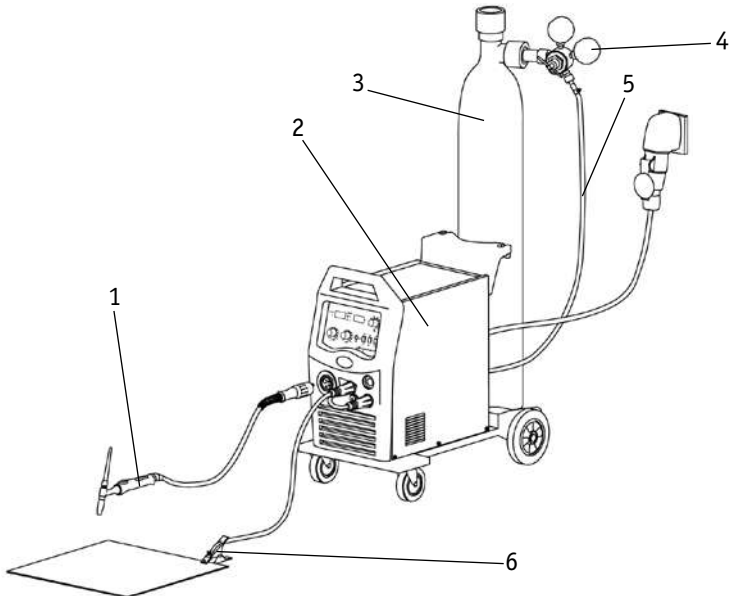

Рис. 13.1. Схема подключения оборудования с горелкой с кнопкой.
**Для горелки с кнопкой:** подключите сварочную горелку в разъём на передней панели аппарата (См. рис. 6.1, п. 7). Кабель переключения полярности (См. рис. 6.1, п. 6) подключите в разъём «-», а клемму заземления – в разъём «+» (См. рис. 13.1).